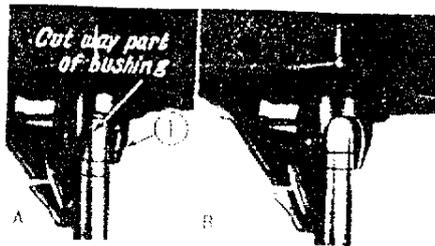
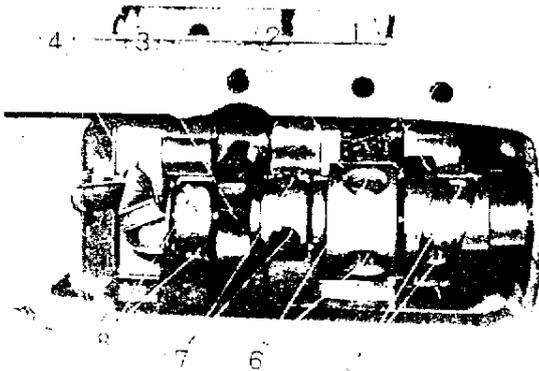

Fig. 14
Fig. 15
IL Y A DEUX LIGNES DE REFERENCE A LA PARTIE SUPERIEURE DE LA BARRE A AIGUILLE ET DEUX AUTRE PLUS BASSES. SOIOT AU TOTAL 4 LIGNES - FIG. 12. POUR AJUSTER LA HAUTEUR DE LA BARRE A AIGUILLE, SE REFERER A LA PAIRE SUPERIEURE LORSQUE DES AIGUILLES COURTES TQ X 1 SONT UTILISEES ET A LA PAIRE INFERIEURE DANS LE CAS D'AIGUILLES LONGUES TQ X 7. APPUYER A FOND SUR LA PEDALE POUR RELACHER LE LEVIER D'EMBRAYAGE ET DANS CETTE POSITION TOURNER LE VOLANT DANS LE SENS DE ROTATION - FIG. 2 - ET LORSQUE LA BARRE A AIGUILLE ATTEINT SON POINT MORT BAS, LA LIGNE SUPERIEURE DE L'UNE OU L'AUTRE LIGNE FIG. 14 (A) - EN FONCTION DY TYPE D'AIGUILLE UTILISE, DOIT ETRE AU NIVEAU DE LA LISIERE INFERIEURE DU GUIDE BARRE A AIGUILLE. SI CE N'EST PAS LE CAS, DESSERER LA VIS FIG. 13 No 1 LORSQUE LA BARRE A AIGUILLE EST A SON POINT LE PLUS BAS ET ALIGNER LA LIGNE CONCERNEEE AVEC LE GUIDE BARRE. NE PAS PERDRE DE VUE LES POINTS SUIVANTS.
COMME INDIQUE CHAPITRE 13, LA LIGNE DE REFERENCE SUPERIEURE (LA PLUS HAUTE DE LA PAIRE) VIENT A LA LISIERE DU GUIDE BARRE A AIGUILLE INFERIEUR, TOURNER LE VOLANT DANS LE SENS DE ROTATION JUSQU'A CE QUE LA LIGNE INFERIEURE VIENNE AU NIVEAU DU GUIDE BARRE INFERIEUR. A CETTE POSITION - FIG. 14 (B) FAIRE COINCIDER LA POINTE DU BOUCLEUR - FIG. 15 (4) AVEC LE CENTRE DE L'AIGUILLE AVEC UNE TOLERANCE DE 0,05 A 0,1 MM ET ENSUITE SERRE LES VIS DU BOUCLEUR - FIG. 15 (8).
14. COMMENT OBTENIR LES CONDITIONS DE COUTURE OPTIMALES - FIG 15 ET 16
(I) REGLAGE DU LEVIER DU DOIGT DE POSITIONNEMENT - FIG. 15 ET 16
(II) MOMENT DE LA CAME DU DOIGT DE POSITIONNEMENT DE LA BOUCLE (AVANT) FIG. 15 DE FACON A TROUVER LE MOMENT DU DOIGT AVANT DE POSITIONNEMENT DE BOUCLE, FAIRE COINCIDER LA LIGNE GRAVEE SUR LA CAME ARRIERE DU DOIGT (1) AVEC LA LIGNE GRAVEE SUR LE MANCHON (2) DU BOUCLEUR ET AUSSI AVEC LA LIGNE GRAVEE SUR LE DOIGT DE POSITIONNEMENT AVANT (3). LORSQUE TOUS LES TRAITS SONT ALLIGNES, RESSERER LES VIS (5) ET (7). A CETTE POSITION, METTRE EN CONTACT LA PARTIE ARRIERE DE LA CAME ET MANCHON DE BOUCLEUR (2) AVEC LA CAME ARRIERE DU DOIGT (1) ET RESSERER TOUTES LES VIS.